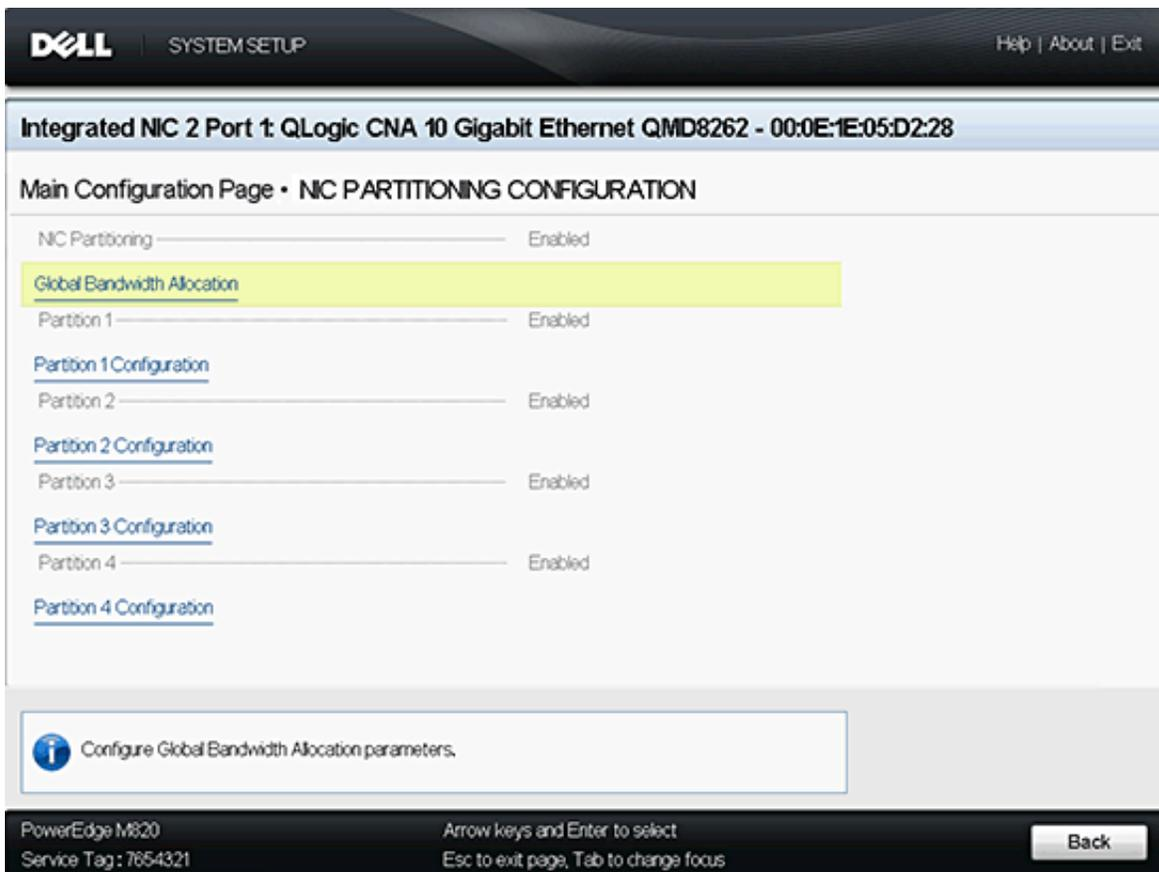

Figure 4-6. Page Configuration du partitionnement NIC (partitionnement indépendant du commutateur)
4. Sélectionnez **Partitionnement NIC** (Partitionnement indépendant du commutateur) **Configuration** dans la page Configuration principale. La page de configuration du partitionnement NIC s'ouvre (voir Figure 4-6).